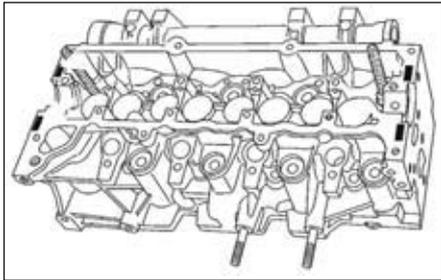

FIG.83
- Appliquer quatre cordons de loctite 518 d'un diamètre de 7 mm sur les paliers d'arbre à cames n° 1 et 6 (Fig.83).